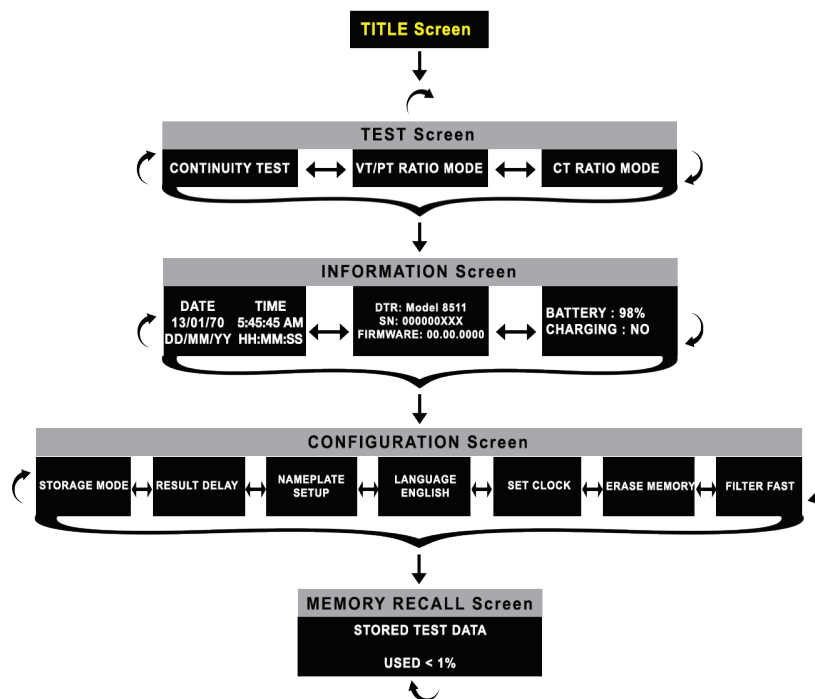

Figure 9
- **Navigation verticale** : Appuyez sur la touche  ou  pour naviguer vers le haut ou vers le bas dans un niveau de menu. Cela permet, par exemple, de naviguer entre les écrans Test, Information, Configuration et Relecture mémoire (voir Figure 9). Ces touches sont également utilisées pour sélectionner les éléments suivants et précédents dans un groupe sélectionné et pour afficher ou modifier les valeurs de certains champs, tels que la date et l'heure.